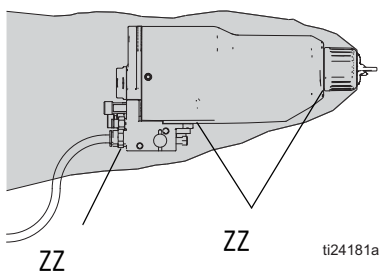

図 20 流体漏れのチェック
操作中には、定期的にガンのシュラウド (ZZ) の全ての開口部をチェックし、流体が出ていないか確認してください。図 20 を参照してください。これらのエリアに流体が存在する場合には、シュラウドに流体が漏れ出していることを示しています。これは流体チューブ接続部や流体パッキンでの漏出のために発生することがあります。